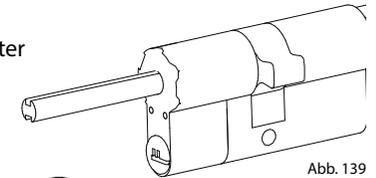

Abb. 139
- < 43 mm = Kein Adapter benötigt (Abb. 139)